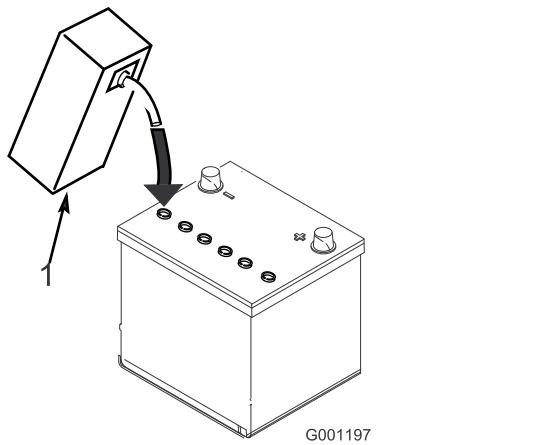

Bild 22
2. Füllen Sie vorsichtig Elektrolyt in jede Zelle ein, bis die Platten mit ungefähr 6 mm Flüssigkeit bedeckt sind (Bild 22).
3. Lassen Sie die Elektrolytflüssigkeit für 20 bis 30 Minuten in die Platten durchtränken. Füllen Sie nach Bedarf auf, um den Elektrolytstand auf ungefähr 6 mm unter den Einfüllstutzen anzuheben (Bild 22).